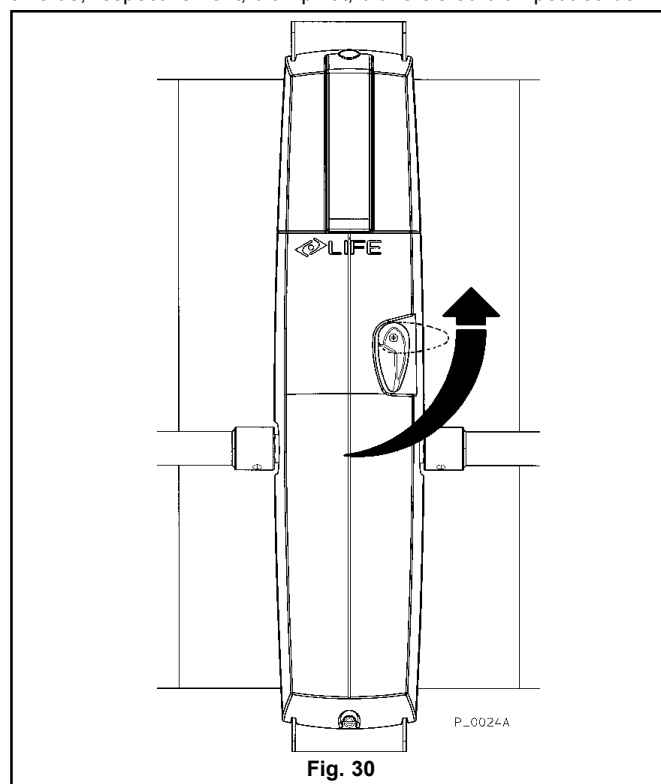

Fig. 30
- Tourner la poignée de déverrouillage dans le sens contraire des aiguilles d'une montre jusqu'à l'arrêt (fig. 30).